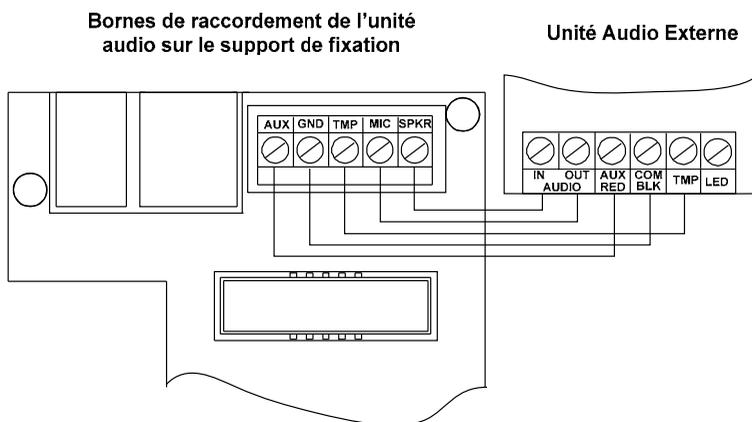

Figure 10 : Câblage de l'unité audio externe à l'Agility
1. Câblez l'unité audio à l'Agility, comme affiché dans le diagramme de câblage décrit dans la Figure 10. Les bornes de câblage de l'unité audio à l'Agility se trouvent sur le support de fixation de l'Agility.